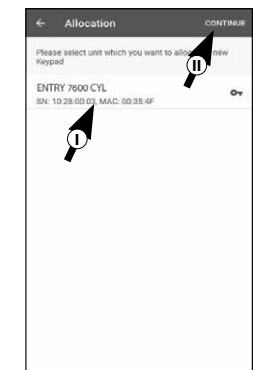

Abb. 31
⑦ Es erscheint eine Liste mit verfügbaren secuENTRY Zylindern (Abb. 31).
Wählen Sie den gewünschten Zylinder (I) und bestätigen Sie auf „CONTINUE“ (II) (Abb. 31).